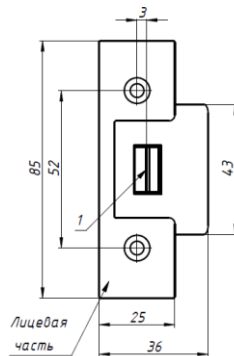

Рис.3 Монтаж защелки
- 1) На дверном проеме разметить место касания язычка дверной защелки (1).
- 2) Разметить места крепежных отверстий защелки (рис.3), просверлить.